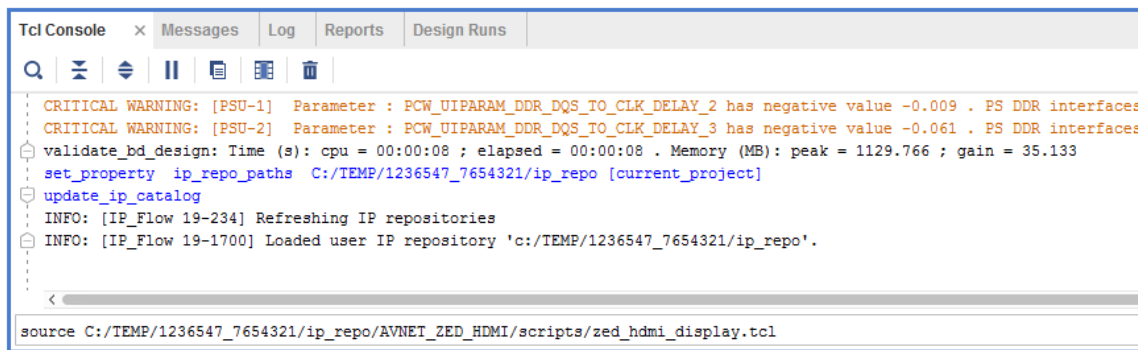

FIGURE 7 – Exécution du TCL
13. Pour simplifier, toutes les composantes permettant la sortie vidéo sont générées par le script *zed_hdmi_display.tcl* dans *ip_repo/AVNET_ZED_HDMI/scripts*. Tapez donc, dans la console TCL, la commande source chemin-vers-le-script/*zed_hdmi_display.tcl* (figure 7). Vous devriez vous retrouver avec un nouveau module nommé *zed_hdmi_display*.